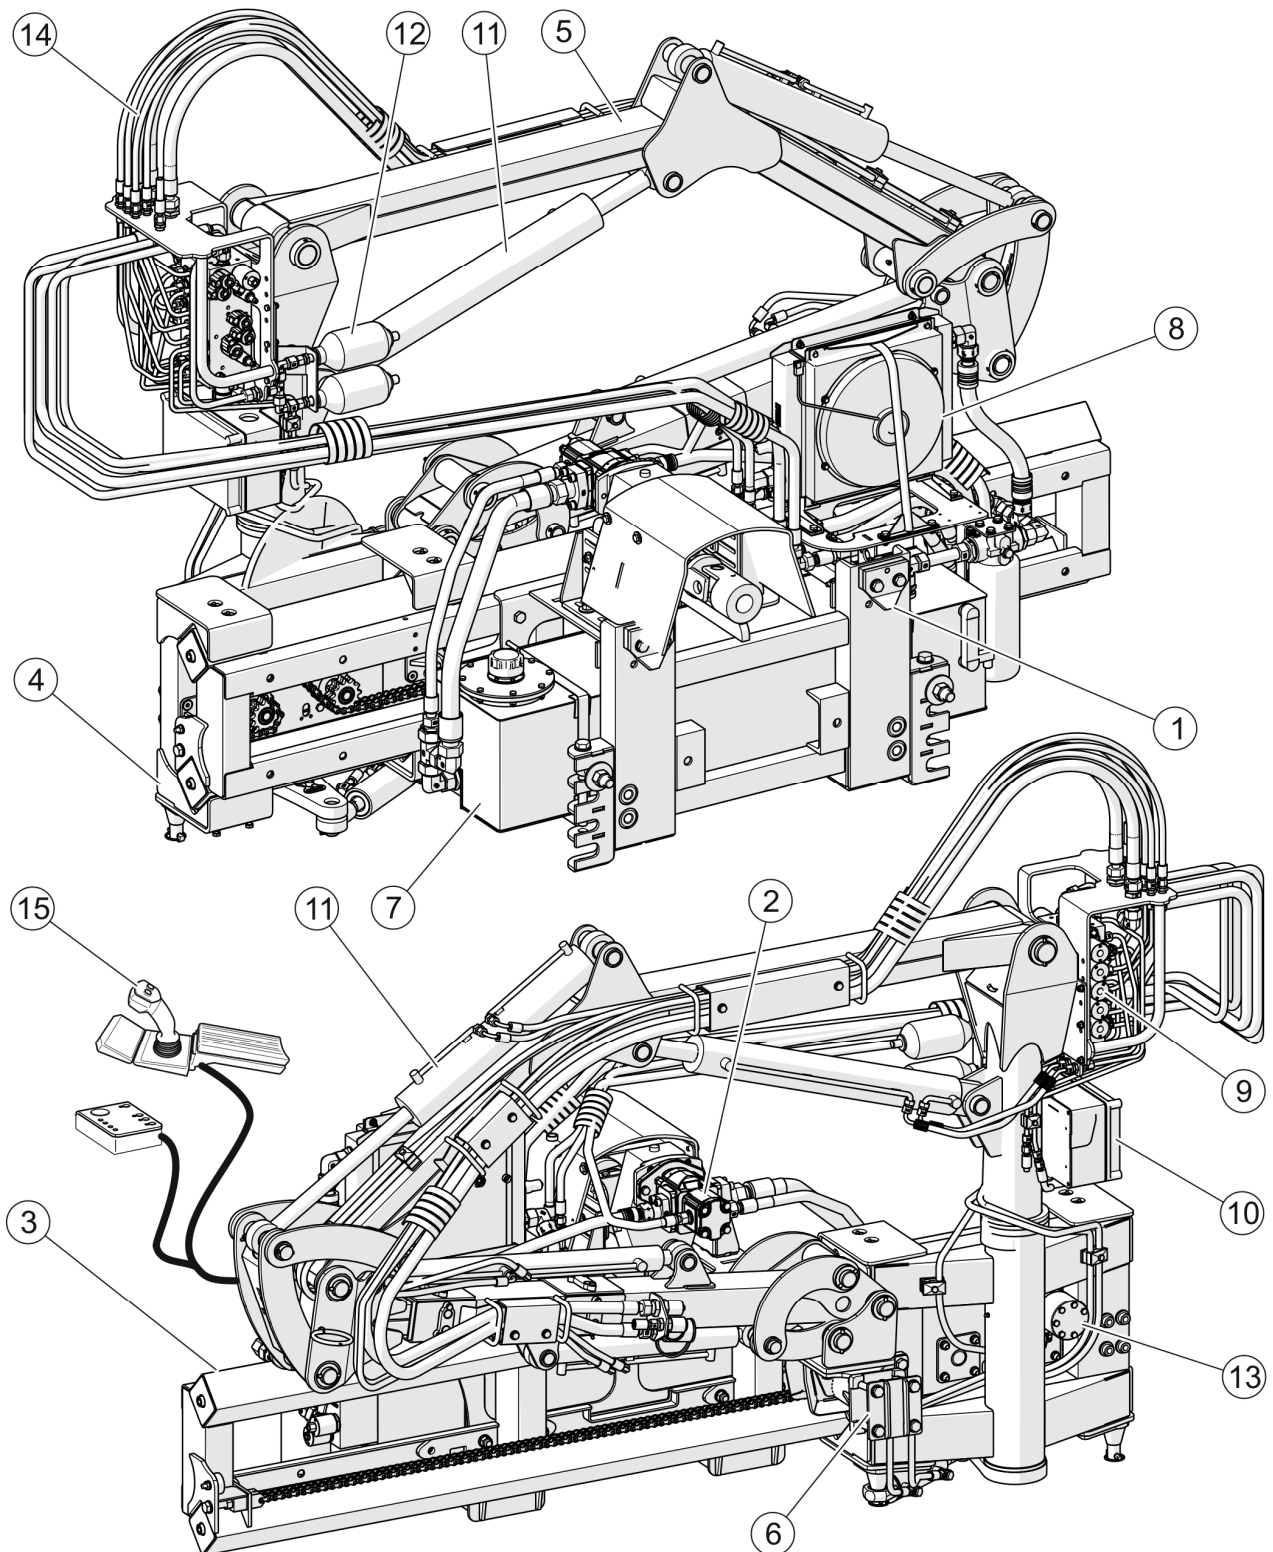

FIGURE 3.1 Structure générale de la flèche multifonction.
Les éléments principaux du système de suspension (FIGURE 3.1) de la flèche multifonction sont des éléments de connexion (1) de type A (selon DIN 76060), de type B (selon DIN 76060) ou de type SETRA fixés au cadre support de la flèche et utilisé pour se connecter à la plaque de connexion du porte-outil du système de suspension universelle avant.